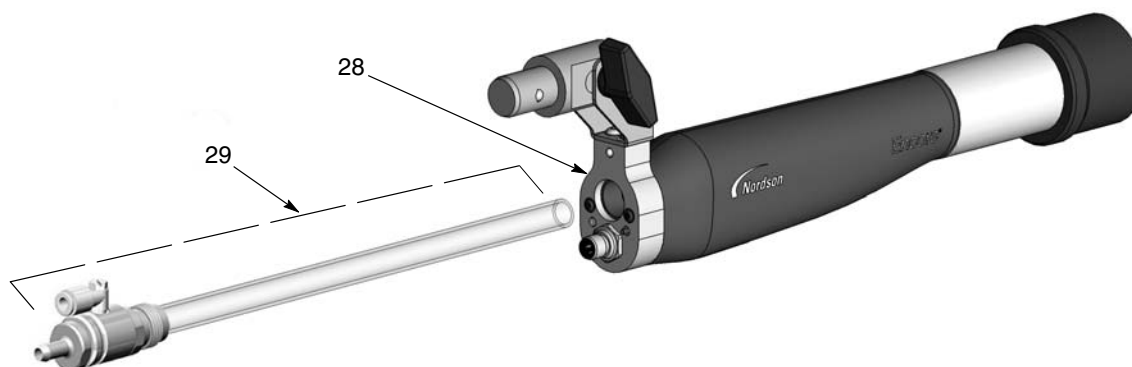

Рис. 7-1 Замена порошковой трубки
19. См. рис. 7-1. Вращательным движением вставить порошковую трубку (22) в переходник (30), чтобы она вошла за внутреннее уплотнительное кольцо до полной посадки.